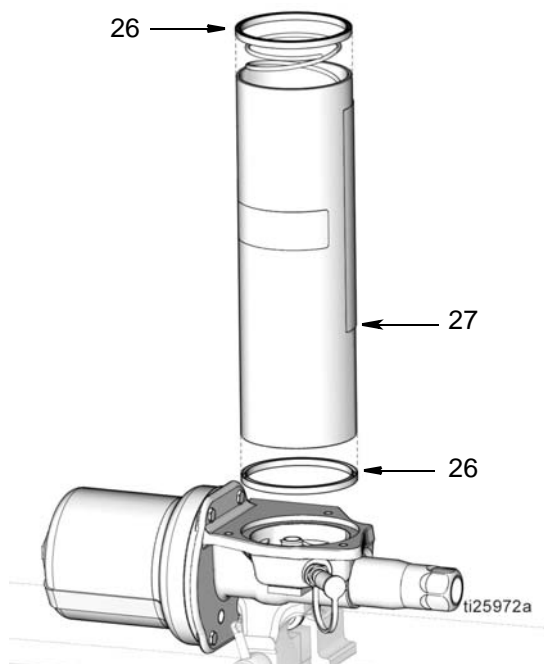

FIG. 56
11. Installare le guarnizioni del serbatoio (26) nella parte superiore e inferiore del serbatoio (27) come mostrato in FIG. 56.